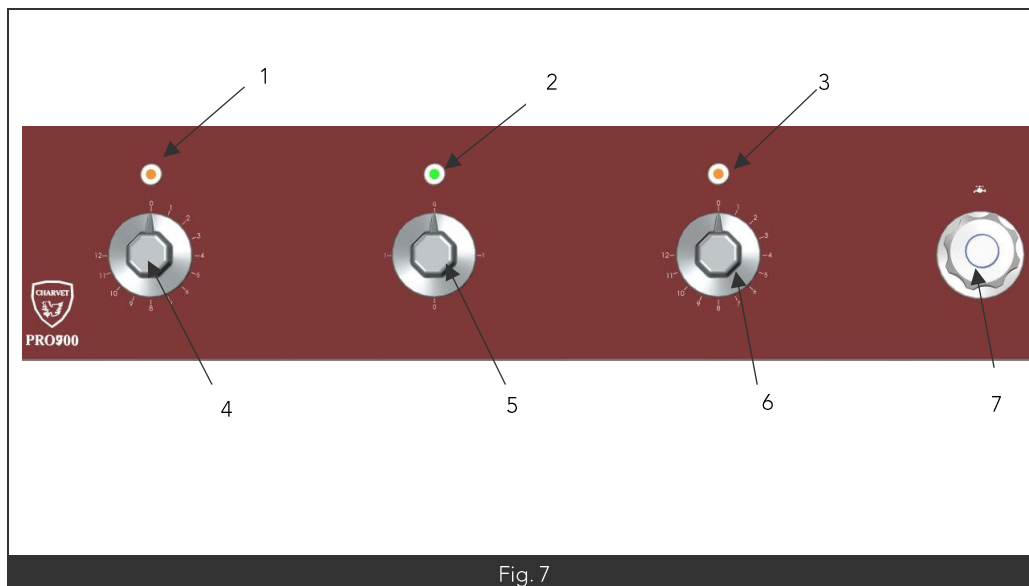

Fig. 7
- Tourner la manette du commutateur sur marche (Fig7 Rep5).
- Le voyant vert de fonctionnement s'allume (Fig7 Rep2).
- Sélectionner la température désirée en agissant sur la manette (Fig7 Rep4 ou Rep6 en fonction de la zone de chauffe) du thermostat.
- Le voyant orange s'allume (Fig7 Rep1 ou Rep3) lorsque la température est atteinte celui-ci s'éteint.
- Pour remplir la cuve tourner la manette du robinet d'eau (Fig7 Rep7).